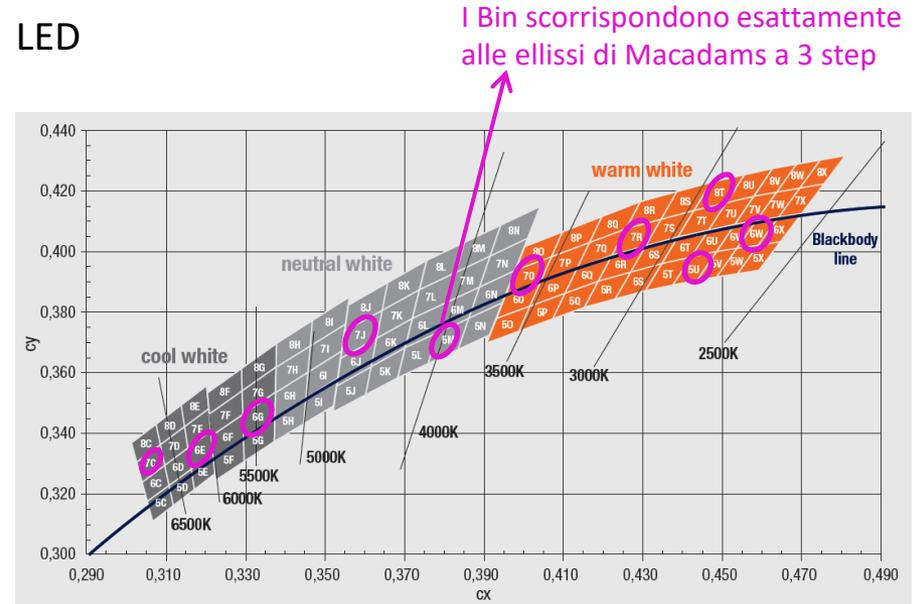

Figure 2
- Per il suo LED binning bianco, OSRAM basa le i suoi quadrilateri CCT, comunemente indicati come bin, su un ellisse in tre fasi (Fig. 2)